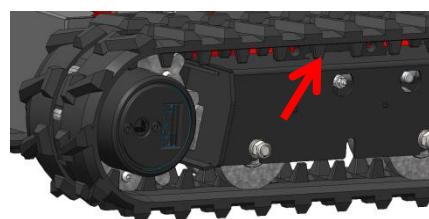

Abbildung 13
- Das Spannen der Raupenketten erfolgt mit Hilfe einer Fettspritze, die an die Fettnippel in der Mitte der Raupenketten angesetzt und so lange gepumpt wird bis die Fettspritze einen größeren Widerstand bietet (siehe *Abbildung 13*). Die Raupenketten müssen gespannt sein.